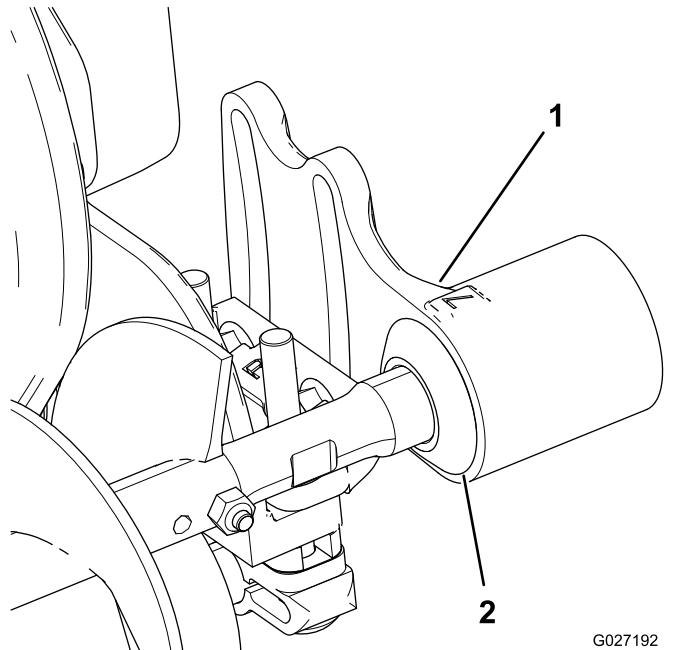

Figura 7
- Fate scorrere la guarnizione verso l'esterno, fino a quando le guarnizioni a labbro non sono a leggero contatto con ciascun alloggiamento del cuscinetto (Figura 7).